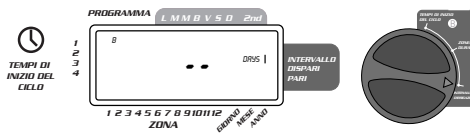

FIGURA 8: Visualizzatore LCD con l'intervallo di annaffiamento
- Ruotare il selettore girevole su **WATERING INTERVAL**. Il cursore lampeggerà a sinistra della parola **INTERVALLO** [vedi figura 8].